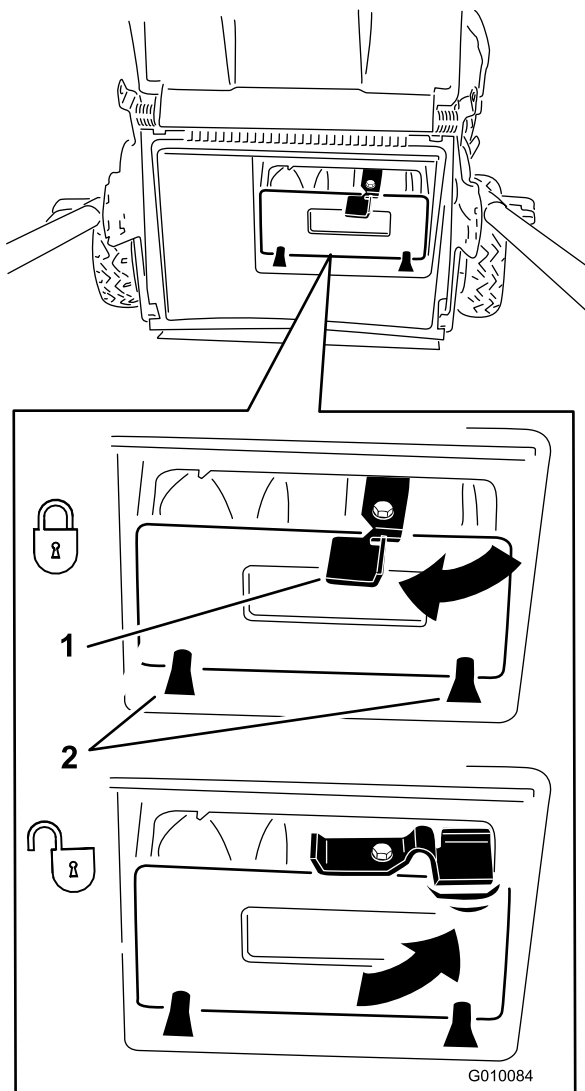
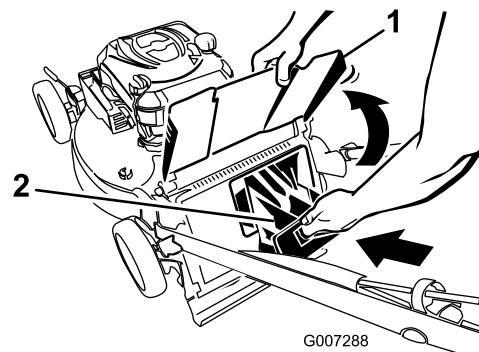

Figure 24
Figure 25
**Important:** Vérifiez que l'obturateur de l'éjecteur arrière est bien verrouillé en place. Pour verrouiller l'obturateur, appuyez fermement dessus jusqu'à ce qu'il s'enclenche en position derrière les pattes, et tournez le levier situé sur l'obturateur vers la gauche (Figure 24).
**Remarque:** Pour déverrouiller l'obturateur, tournez le levier situé dessus vers la droite (Figure 24).
**Important:** Vérifiez que l'obturateur de l'éjecteur arrière est bien verrouillé en place. Pour enlever l'obturateur : relevez le déflecteur d'éjection (Figure 25), appuyez fermement sur l'obturateur jusqu'à ce qu'il s'enclenche en position derrière les languettes, et tournez le levier situé sur l'obturateur vers la gauche (Figure 24).